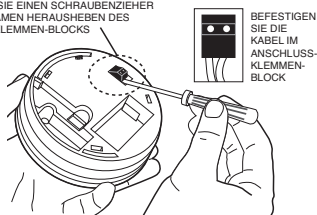

Abbildung 10b
4. Heben Sie den Anschlussklemmenblock mit einem kleinen Schraubendreher vertikal heraus (siehe Abbildung 10b). Befestigen Sie die Kabel im Anschlussklemmenblock.
5. Schrauben Sie die beiden Kabeladern im Anschlussklemmenblock fest (siehe Abbildung 10b). Drücken Sie den Anschlussklemmenblock anschließend vorsichtig zurück auf die beiden Sockelstifte.